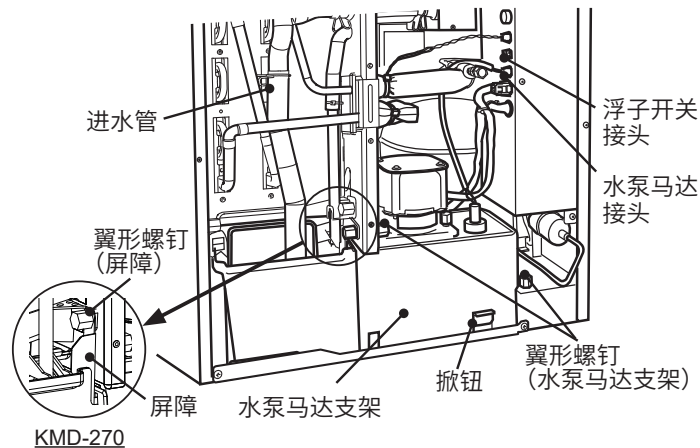

图 3
- 2) 松开固定水泵马达支架的翼形螺丝。KMD-270 时，拧松翼形螺钉并拆下屏障。请参见图 3。
请务必将进水软管从铜管后部穿过，并将其牢固连接到位（参见图 3）。否则，进水软管可能会卡在前隔离片中，导致运行异常。